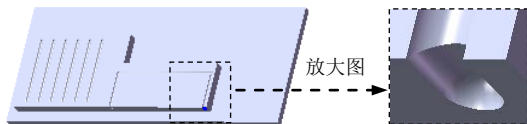
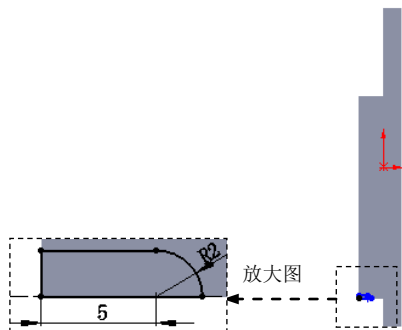

图 17.7.28 创建切除—旋转 6
图 17.7.29 横断面草图
Step15. 创建图 17.7.28 所示的切除—旋转 6。选择命令。选择下拉菜单 **插入(I)** → **切除(C)** → **旋转(R)...** 命令；选取 Step13 绘制的基准面 4 作为草图平面，绘制图 17.7.29 所示的横断面草图（包括旋转中心线）；采用草图中绘制的中心线作为旋转轴线。在 **方向1** 区域的  下拉列表中选择 **给定深度** 选项，在  文本框中输入数值 360.0，采用系统默认的旋转方向。